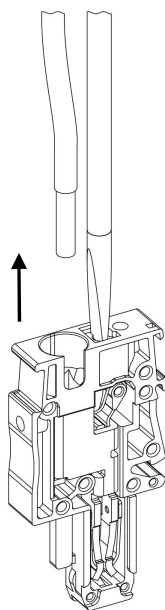

Рисунок 30 – извлечение жесткого проводника из точки подключения
- Для извлечения проводника надавите на кнопку плоской отверткой и вытяните проводник (рис. 30).
- Для извлечения проводника надавите на кнопку и вытяните проводник (рис. 30).